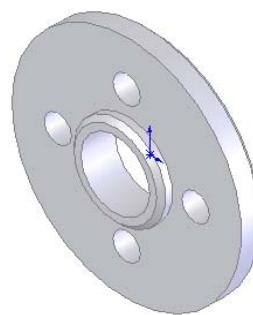

图 5-27 修改后的图形
**04** 退出修改特征。单击“特征”工具栏中的“Instant3D”图标按钮 $\text{Instant3D}$ ，退出动态修改特征操作，此时图形如图 5-27 所示。